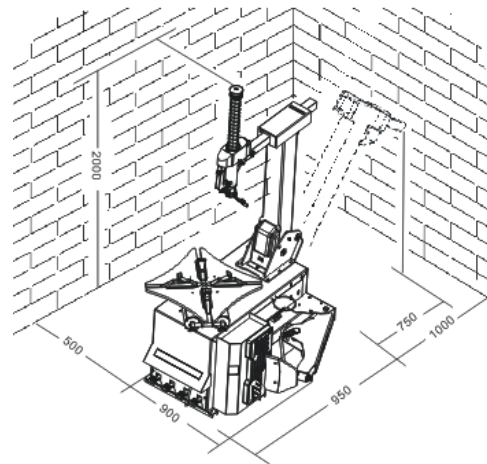

Abb. 3
- Platzieren Sie die Gummistopfen (2, Abb. 3) auf die